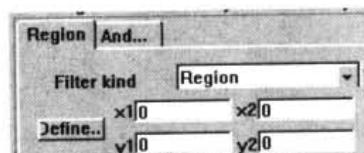

图 10-74 规则范围设置为指定区域
- Region: 指定区域。选择此项后，规则适用范围为指定的区域，系统要求输入区域的坐标范围，如图 10-74 所示。单击 Define 按钮，将立即切换到 PCB 工作窗口，光标变为十字，可用光标选定规则的适用范围。